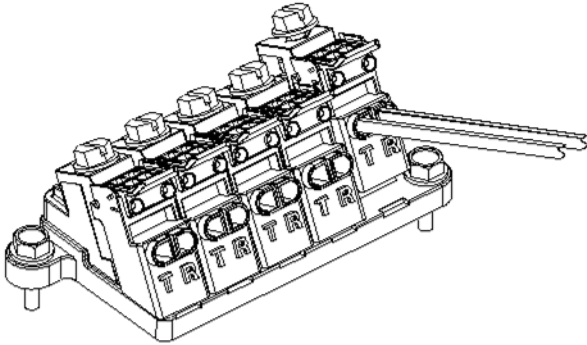

Figure 4
3. Relever au maximum le boulon du circuit en le tournant dans le sens antihoraire. Bien insérer les conducteurs (Figure 4). Rabaisser le boulon en le tournant dans le sens horaire.